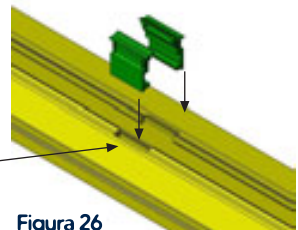

Figura 26
- Cuando se hayan introducido todas las hojas y estemos **seguros** de que no necesitamos hacer uso del mecanizado del “Perfil Inferior Embutido”, colocaremos las dos tapas embellecedoras en dicho mecanizado, quedando así listo para su uso. (figura 26).